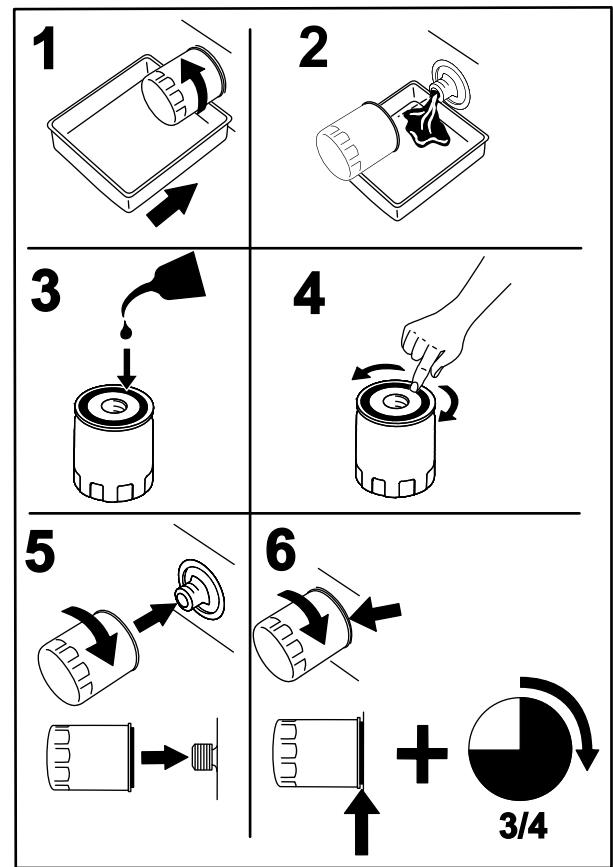

Figura 51
2. Cambiate il filtro dell'olio del motore (Figura 51).